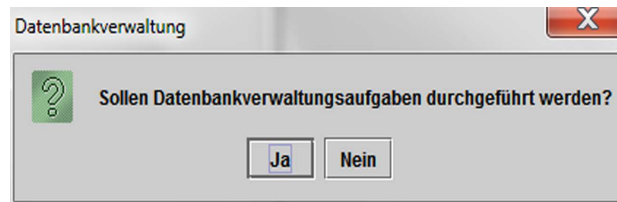

Abbildung 5-8. Dialogfeld „Datenbankverwaltung“
1. Wenn das Kästchen **Erinnerungen an Datenbankverwaltung** im Dialogfeld „Systemkonfiguration“ (vgl. Abbildung 2-77) **nicht** markiert ist, erscheint das Dialogfeld „Datenbankverwaltung“ (vgl. Abbildung 5-8) nicht und es ist keine weitere Maßnahme an der Datenbank erforderlich. Die Software wird weiter geladen und Sie können mit Abschnitt 5.2.3.2 fortfahren, um den Startvorgang fortzusetzen. oder
2. Wenn das Kästchen **Erinnerungen an Datenbankverwaltung** im Dialogfeld „Systemkonfiguration“ (vgl. Abbildung 2-77) hingegen markiert ist, erscheint anschließend das Dialogfeld „Datenbankverwaltung“ (vgl. Abbildung 5-8) über dem GeneXpert Dx System-Fenster, in dem Sie gefragt werden, ob Sie Aufgaben im Bereich der Datenbankverwaltung durchführen möchten.
- A. Wenn Sie im Dialogfeld „Datenbankverwaltung“ auf **Nein** klicken (vgl. Abbildung 5-8), wird die GeneXpert Dx Software weiter geladen und Sie können mit Abschnitt 5.2.3.2 fortfahren.
- B. Wenn Sie im Dialogfeld „Datenbankverwaltung“ auf **Ja** klicken (vgl. Abbildung 5-8), werden Sie aufgefordert, die auszuführende Aufgabe auszuwählen (vgl. Abbildung 5-9).